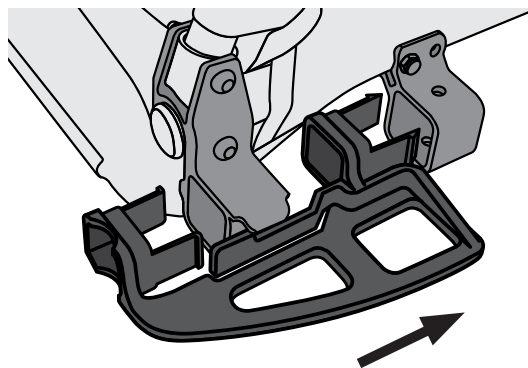

Figure 7
1. Positionnez le garde-roue comme illustré (Figure 7).